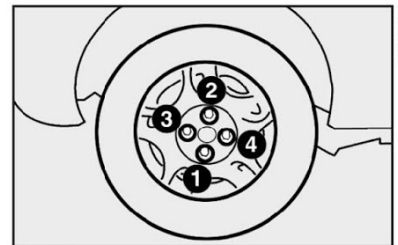

fig. 19
- Apertar bem os parafusos, passando alternadamente de um parafuso ao outro diagonalmente oposto, de acordo com a ordem ilustrada na **fig. 19**.